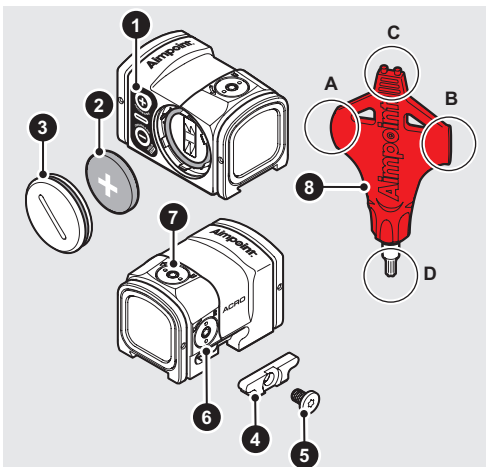

Fig. 1 Visión general
- c Inserte la batería (2) con el polo positivo (+) en dirección a la tapa de la batería (3) como se observa en la Fig. 1.
Para instalar el visor en una interfaz compatible con la montura integrada que se muestra en la Fig. 1, siga el procedimiento descrito: